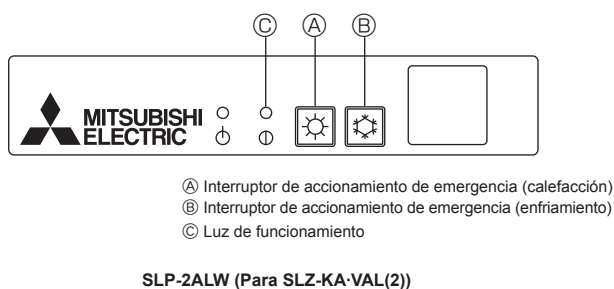

Fig. 9-1
9.2.1. Para el controlador remoto inalámbrico (Fig. 9-1)